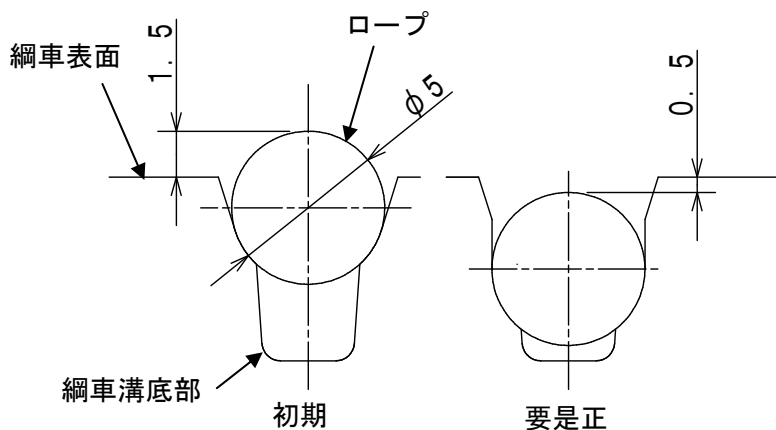
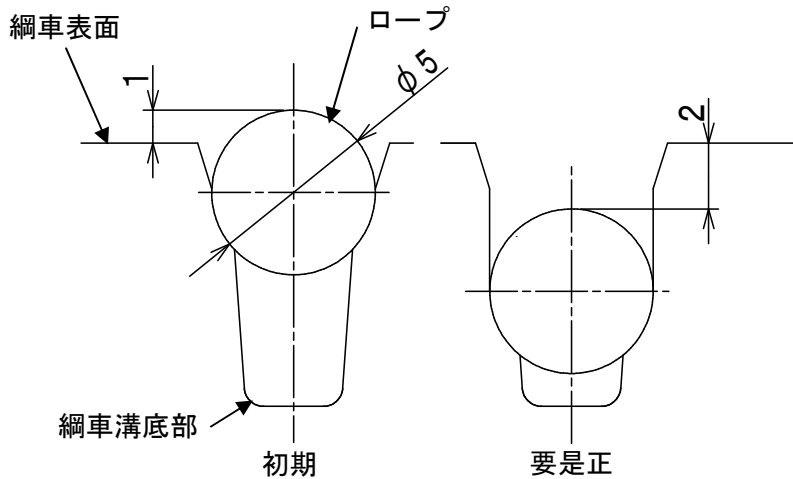

図 2. 綱車の摩耗限界 (端板が黄色の場合)
図4. 綱車の摩耗限界 (端板が黄味明灰色、または端板(大)で黄色の場合)
綱車の摩耗限界は、端板の大小と塗色により図 2～図 4 を参照。
- ・ 綱車に設置の端板が黄色の場合は綱車表面よりロープが0.5[mm]下がる前に交換してください。(図2)
- ・ 綱車に設置の端板が黄味明灰色の場合は綱車表面よりロープが2[mm]下がる前に交換してください。(図4)